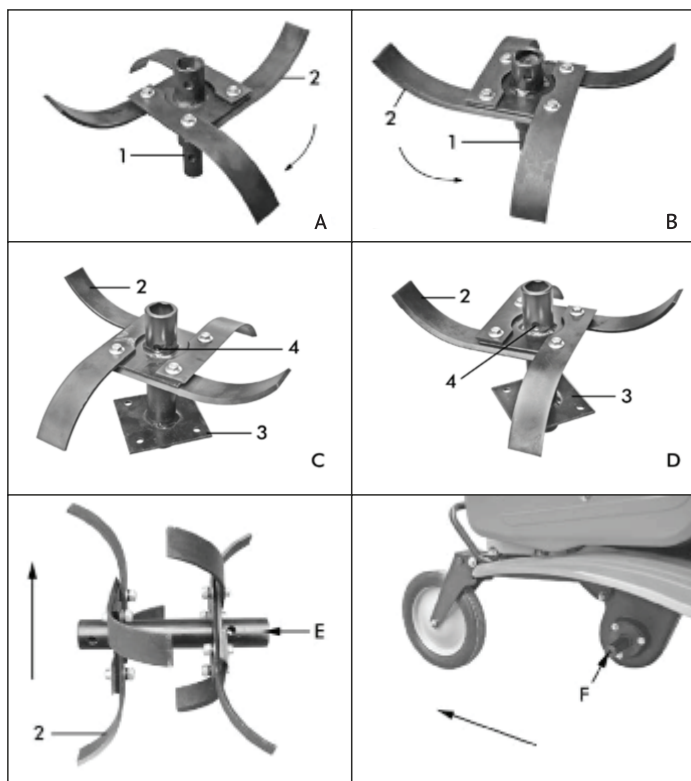

Рис. 2
- Собрав один комплект фрез, вставьте следующий вал, как показано на рисунке (Рис. 2)